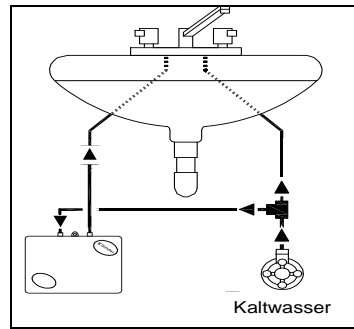

Abb. 3: Kaltwassererwärmung
- Wasseranschluss entsprechend der Nutzung (Kaltwasser- oder Nacherwärmung Warmwasser vornehmen (Bild 3,4 und 5),